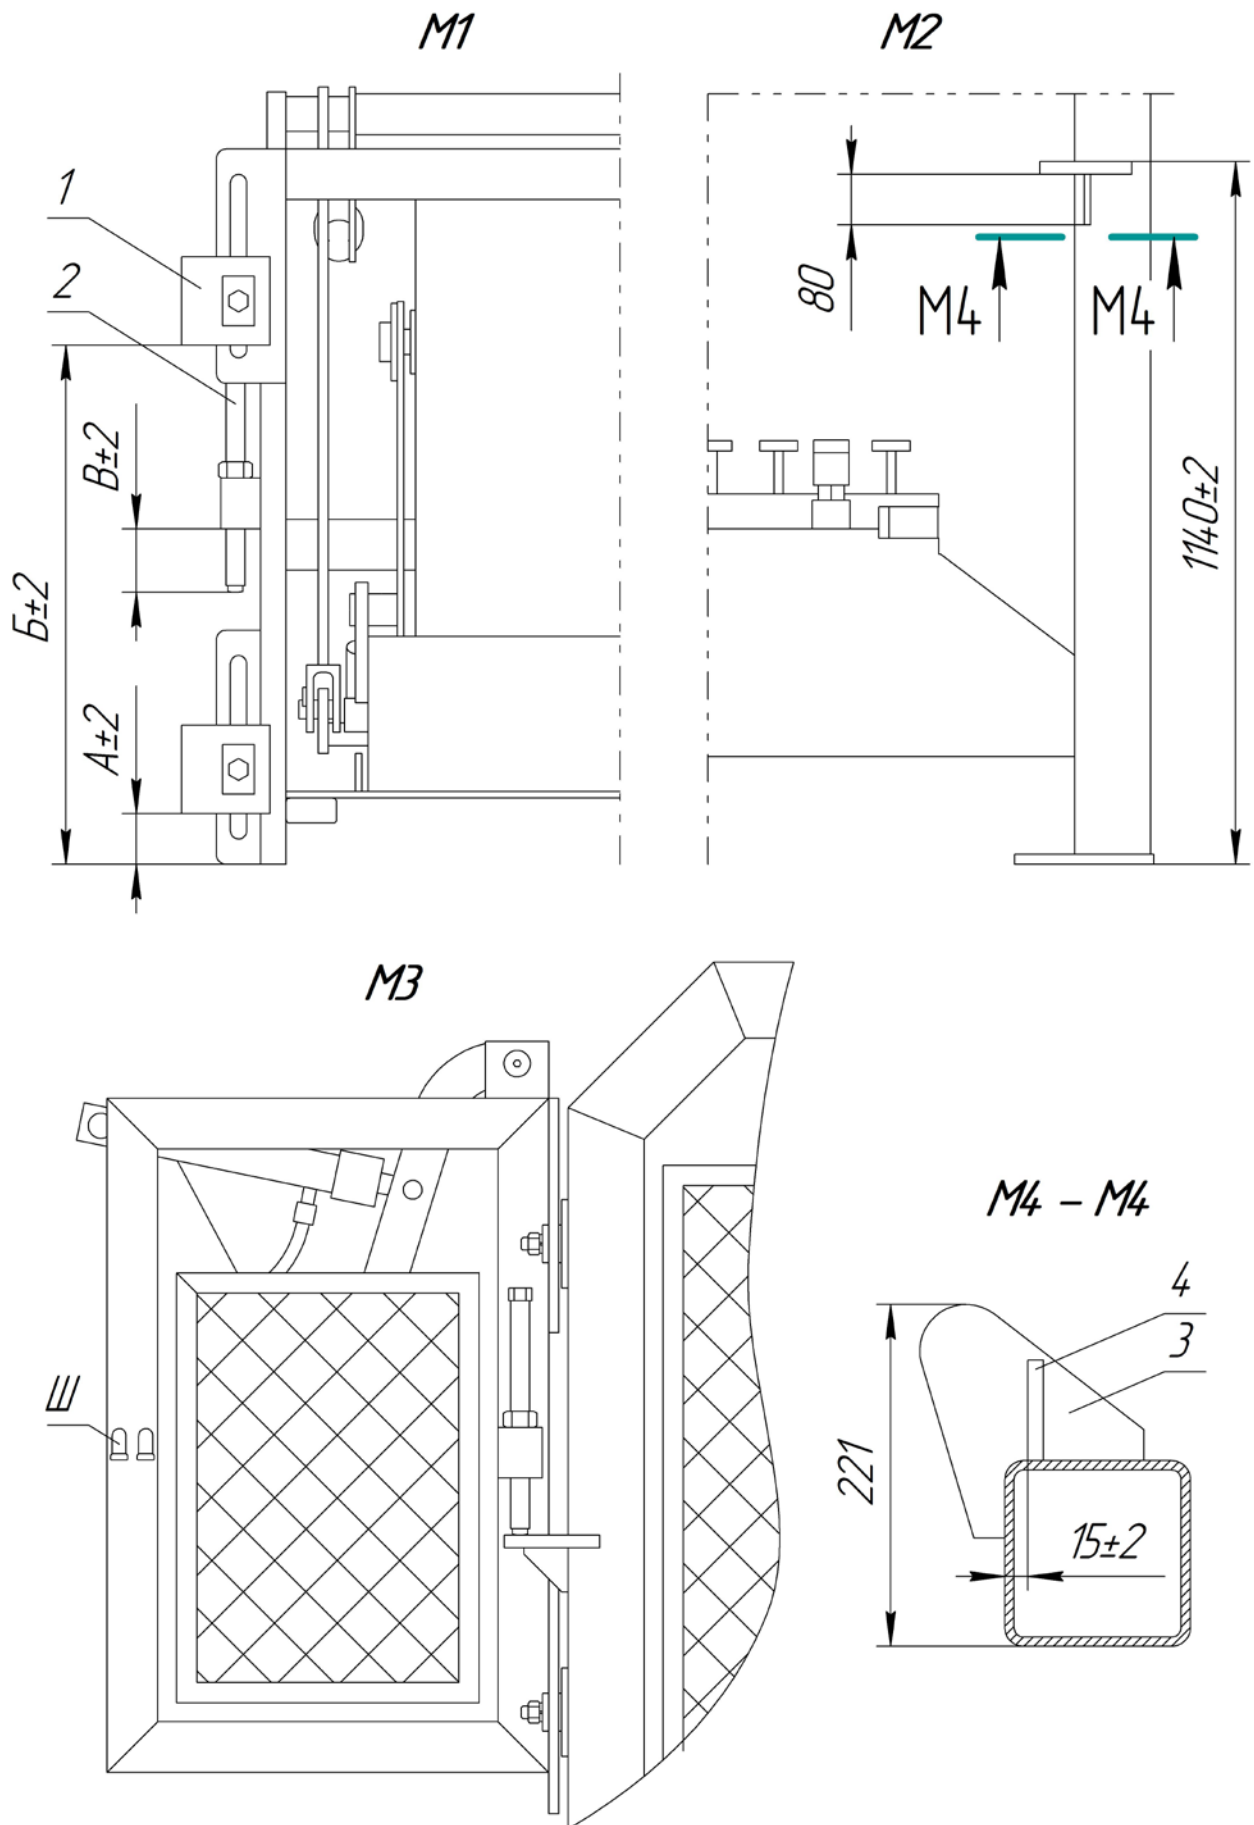

Рисунок 3. Монтаж модуля к вибропрессу «ПОЛЮС» или «БУРАН».
- Установить пластины поз.1 и винты поз.2 согласно вида "М1" (рисунок 3). Размеры выбрать из Таблицы 1 для того изделия, матрица которого имеется у Вас в наличии;
- РВД «А» и «В» пульта модуля присоединить к штуцерам «Ш» (рисунок 3). Неиспользуемые штуцеры с противоположной стороны модуля заглушить;
- РВД «А» и «В» пульты модуля присоединить к штуцерам «Ш» ( рисунок 3).